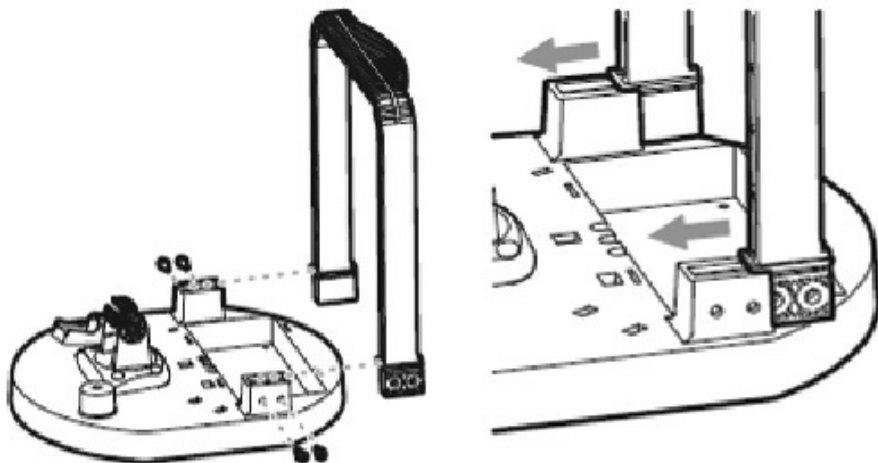

Рис. 31
4. Вставьте рукоятку в базу так, чтобы изогнутая часть рукоятки была повернута к задней части базы, по направлению к батарейному отсеку. Для крепления рукоятки к базе воспользуйтесь четырьмя прилагаемыми винтиками №8-32 X 7\16", по два на каждой стороне (смотрите иллюстрацию *Инсталляция рукоятки в базу и Вставка рукоятки* – рисунок 31).